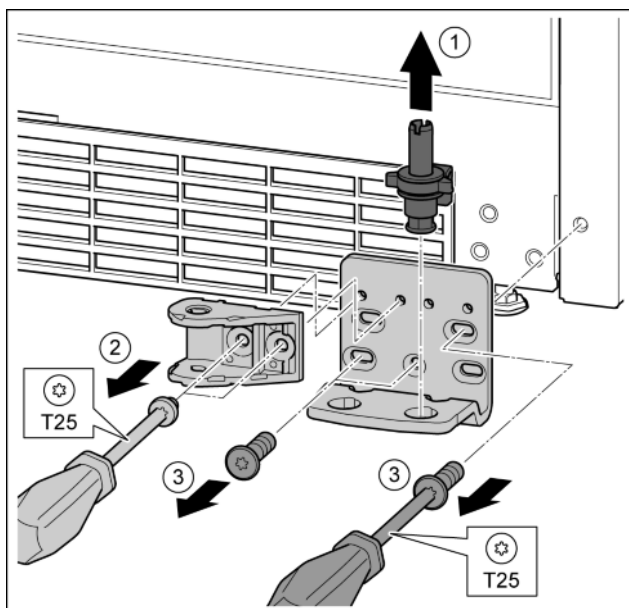

Fig. 35
- ▶ Extrageți complet bolțul de lagăr în sus. Fig. 35 (1)
- ▶ Deșurubați șuruburile cu șurubelnița T25 și detașați îmbinarea amortizorului de închidere. Fig. 35 (2)
- ▶ Deșurubați șuruburile cu șurubelnița T25 și detașați suportul de lagăr. Fig. 35 (3)